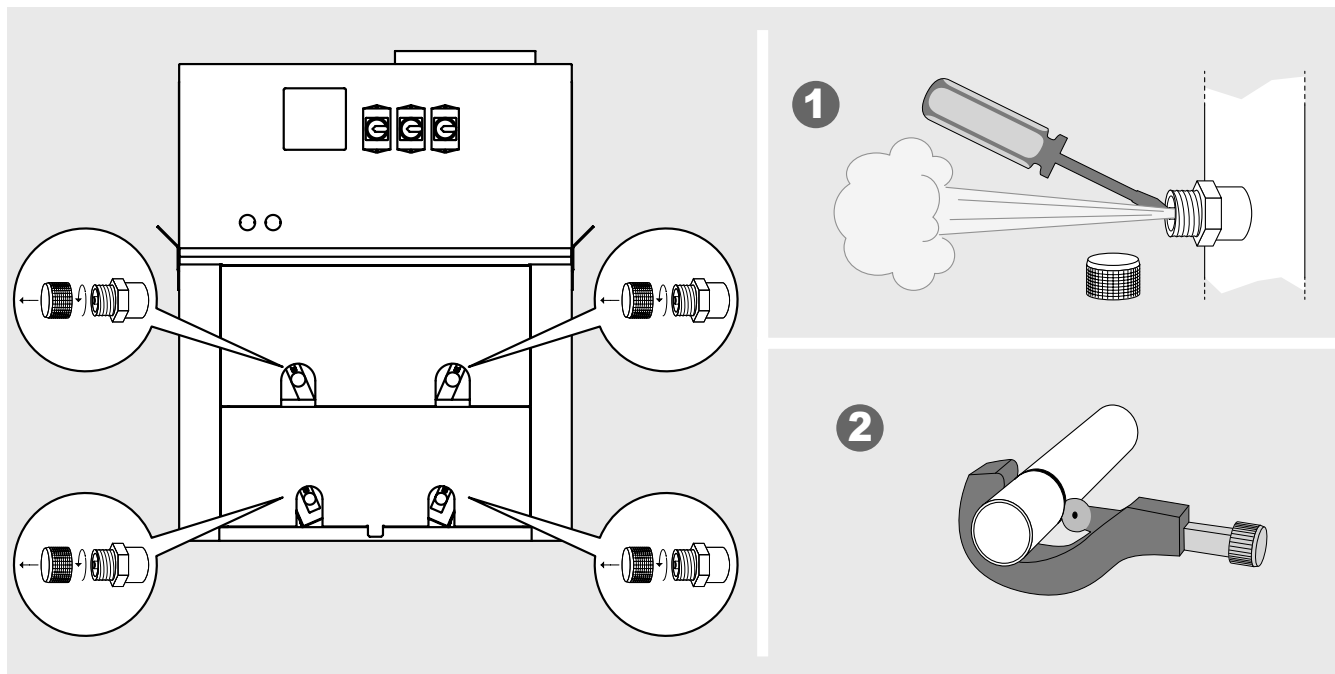

Figure 5
- 6.12 Avant de couper les manchons d'entrée et/ou de sortie, évacuer la pression de précharge (environ 2 bar) de l'échangeur (voir "Figure 5").